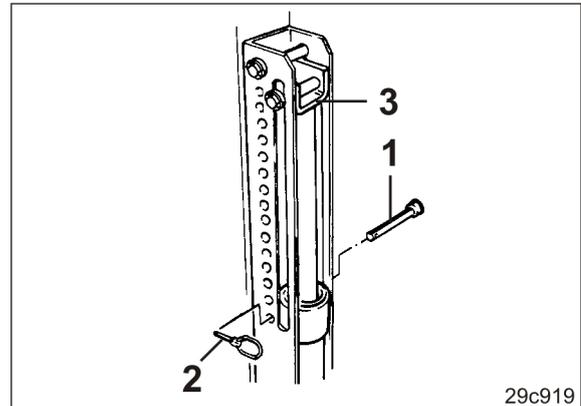

Fig. 180
3. Den Bolzen (Fig. 180/1) unterhalb des Anschlags (Fig. 180/3) in eine Bohrung der Lochgruppe einstecken und mit einem Klappstecker (Fig. 180/2) sichern.